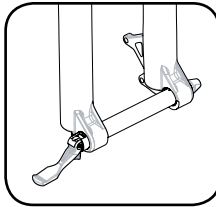

Fig. 2
1. Coloque la palanca Maxle en la posición abierta (**Fig. 2**). Asegúrese de que la palanca encaje en la ranura correspondiente del eje.